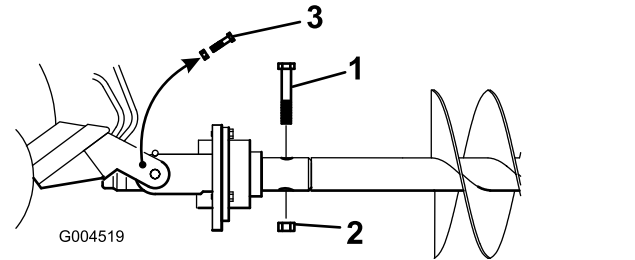

图 8
10. 使用螺栓  $\frac{7}{8} \times 4\frac{1}{2}$  英寸和螺母  $\frac{7}{8}$  英寸将螺旋钻固定到驱动头上如图 8 所示。